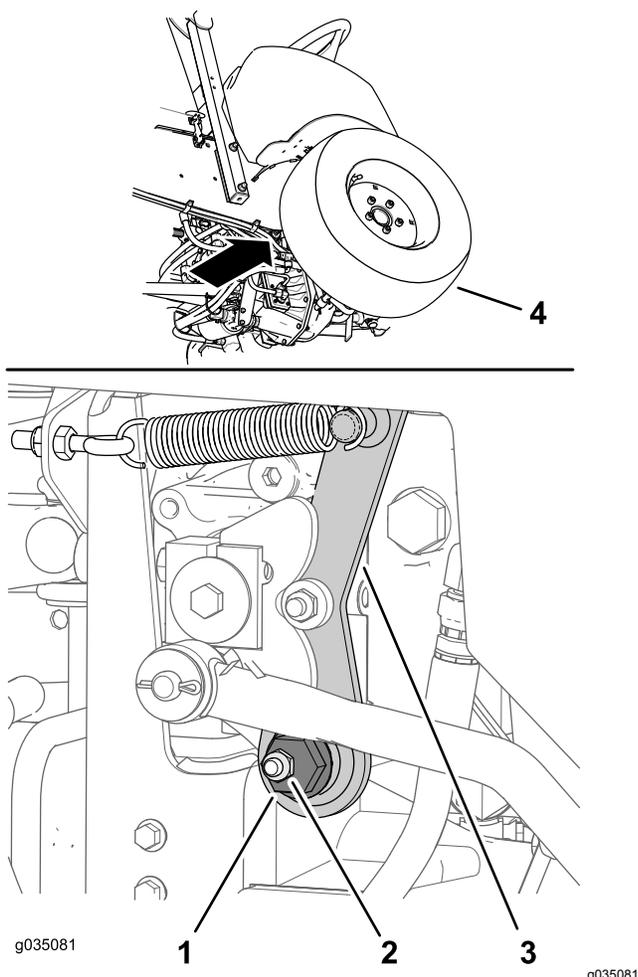

Figura 67
1. Individuate l'esagono eccentrico a destra della pompa idraulica e sotto la consolle di comando (Figura 67).
2. Allentate il dado di fissaggio fino a quando non potete muovere l'esagono eccentrico (Figura 67).
4. Ruotate l'esagono eccentrico in senso antiorario fino a quando la ruota anteriore non inizia a ruotare in avanti, poi ruotate l'esagono eccentrico in senso orario fino a quando la ruota anteriore non inizia a ruotare indietro (Figura 67).